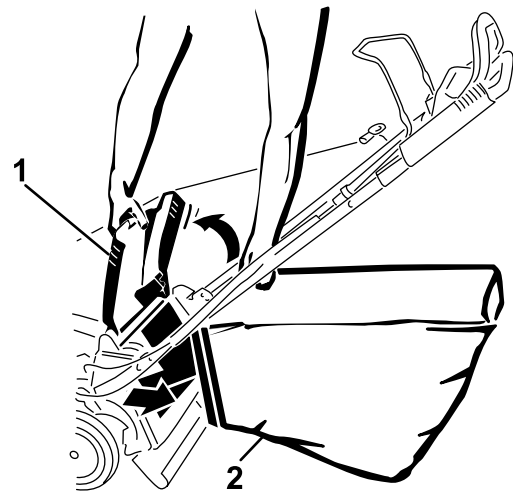

Bild 24
4. Hängen Sie die obere, vordere Kante des Fangkorbs an den Kerben der Holmhalterungen ein (Bild 24).